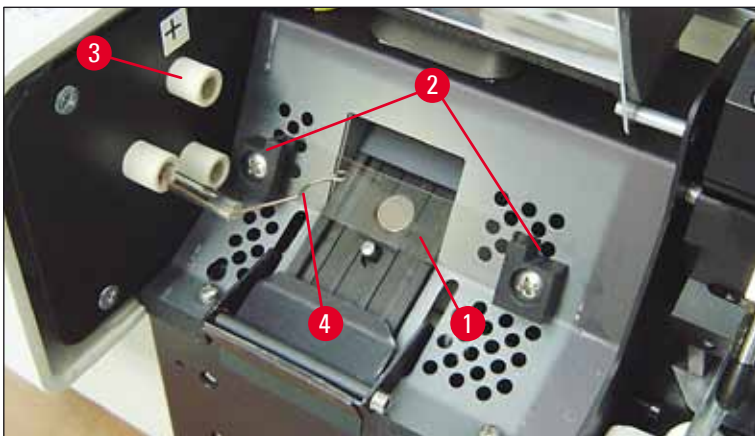

Fig. 20
5. Pass på at kontaktfjæren (→ "Fig. 19-2") er fjernet fra tennkabelen (→ "Fig. 20-4") på lampen (se også (→ "Fig. 20") og (→ "Fig. 21-1"))).